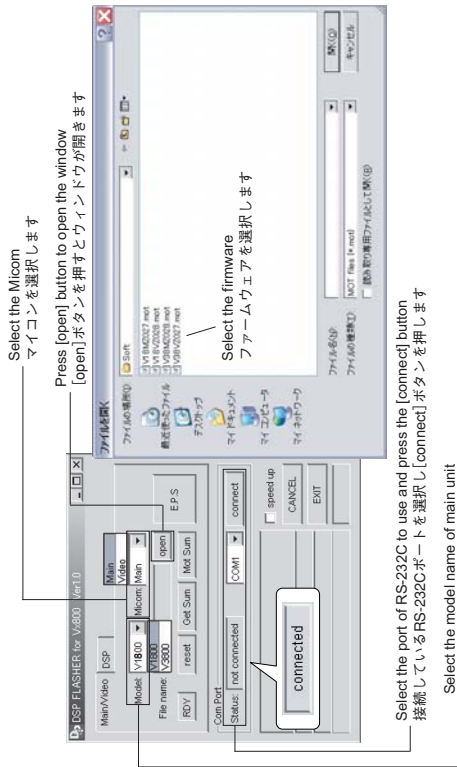

Fig. 6
3. Select the model name of the receiver, the Micom, Com Port and file. (Fig. 6)
3. レシーバのモデル名、マイコン、ポート、ファイルを選択します。(Fig. 6)